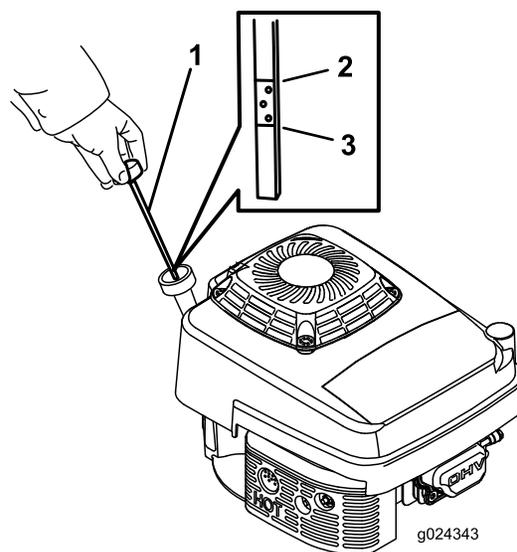

Рисунок 12
2. Извлеките масломерный щуп, повернув крышку против часовой стрелки и вытянув его (Рисунок 12).
5. Определите уровень масла по отметкам на щупе (Рисунок 12).
- Если уровень масла на щупе слишком низкий (Рисунок 12), осторожно залейте небольшое количество масла SAE 30 или SAE 10W-30 с моющими присадками в маслозаливную горловину, подождите 3 минуты и повторите операции с 3 по 5, чтобы довести масло до требуемого уровня на щупе.
- Если уровень масла по щупу слишком высокий (Рисунок 12), слейте излишек масла, пока не будет достигнут правильный уровень по щупу; см. раздел Замена масла в двигателе \(страница 22\).